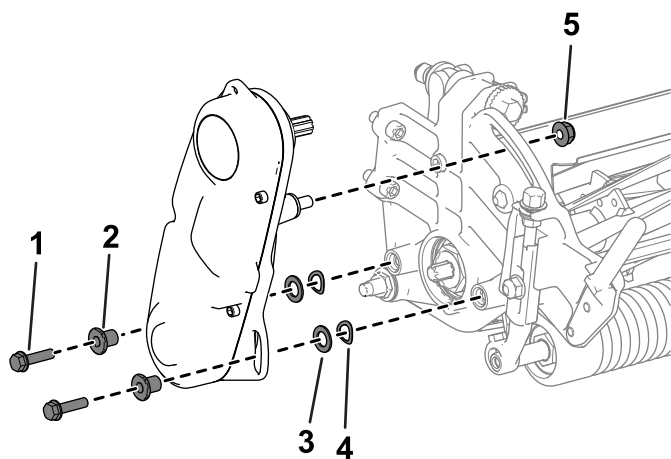

Bild 40
2. Entfernen Sie die Befestigungsmittel, mit denen die Spindeltriebsbaugruppe an der Seitenplatte befestigt ist (**Bild 40**).
3. Entfernen Sie die Spindeltriebsbaugruppe, Unterlegscheiben, Federscheiben und Distanzstücke von der Seitenplatte (**Bild 40**).